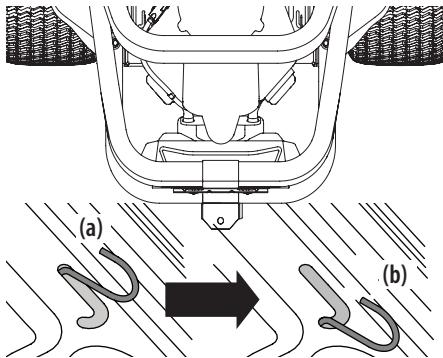

Figure 1
- Pour engager les goupilles de dérivation de transmission, tirez la goupille vers l'arrière (a), puis insérez-la dans la section inférieure de la fente en forme de « J ». Répétez cette étape du côté opposé. Consultez la Figure 1.